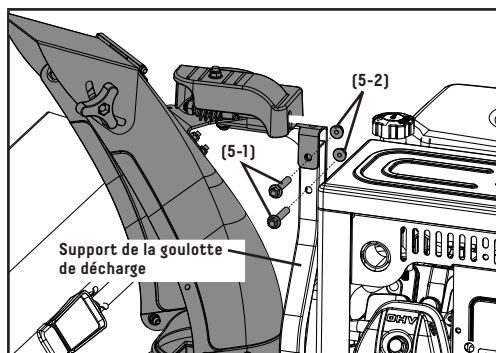

Figure 7
1. Retirez les boulons (5-1) et les écrous (5-2) du support de la goulotte de décharge. Gardez les boulons et les écrous pour effectuer la prochaine étape (figure 7).
2. Mettez la goulotte de décharge de la neige sur la base du corps de la machine. Serrez le composant sur le support de la goulotte de décharge au moyen des boulons (5-1) (figure 7) et des écrous (5-2) (figure 7). Faites attention de ne pas déformer le plastique.